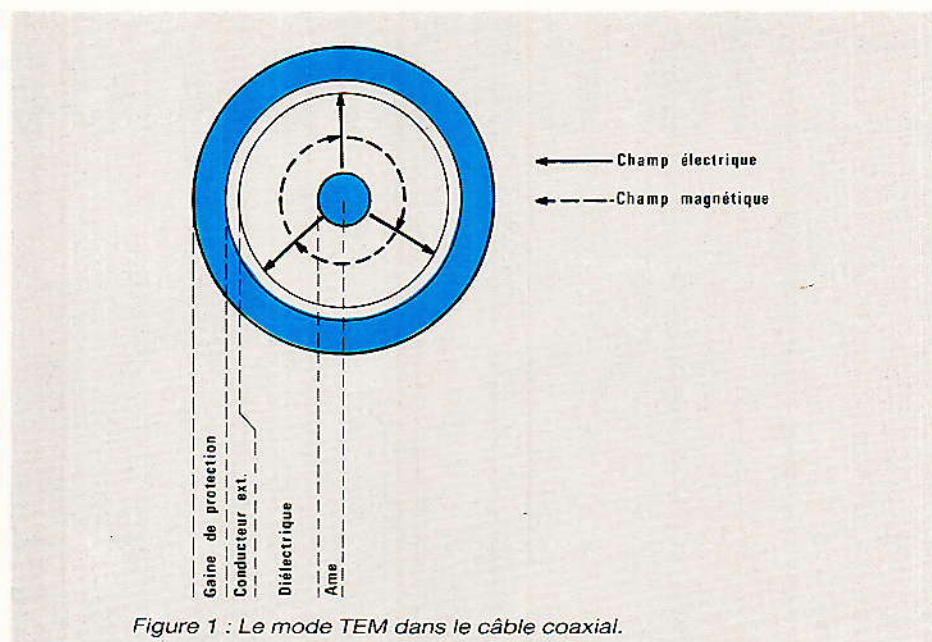

Figure 1 : Le mode TEM dans le câble coaxial.
**D**u fait de la symétrie radiale du coaxial, les potentiels électriques, champs électriques et magnétiques possèdent également la même symétrie de révolution. On montre que quelle que soit la fréquence de l'onde, le champ électrique qui lui est associé est radial alors que le champ magnétique associé est « ortho-radial », c'est-à-dire annulaire (voir **figure 1**). Une telle onde